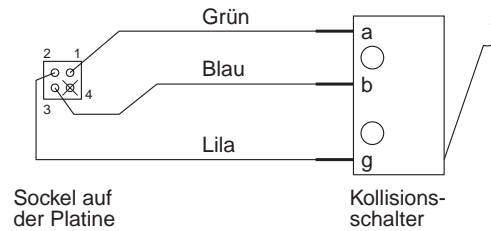

Abbildung 3.5: Schematische Darstellung des Kollisionsschalter-Kabels.
- ◇ Testen der Kollisionsschaltung. Schließen Sie alle Stecker der Kollisionsschaltung an einpolige Zweiwegeschalter an (siehe Abbildung 3.5), und rufen Sie den in Kapitel 2 beschriebenen `bumper_test()` auf, um sicherzustellen, daß die Bumper korrekt verdrahtet wurden.